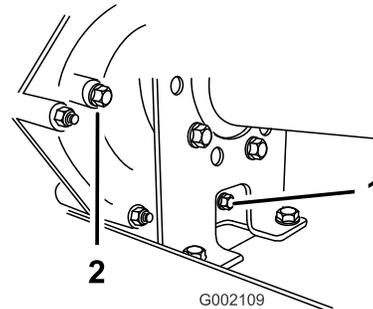

図 60
2. 補給口および排出口の周囲をウェスできれいにふき取る図 60。
4. 補給プラグを左に回して抜きとる図 60。
5. ドレンプラグを左に回して抜きとる図 60。
6. ガスケットとドレンプラグを元通りに取り付ける図 60。